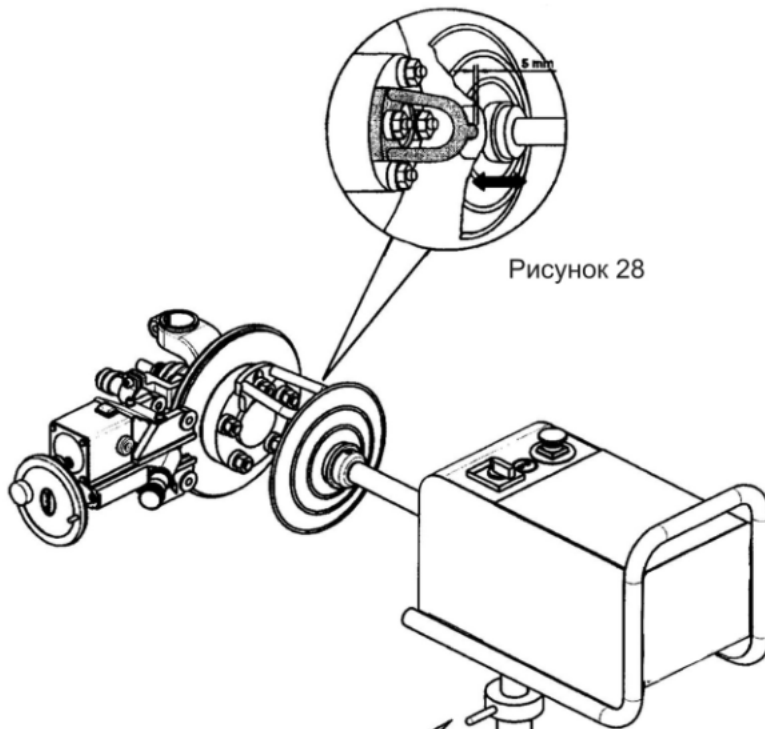

Рисунок 28
5. Пододвиньте приводную скобу к приводному адаптеру, оставив зазор 5 мм (рис.28).